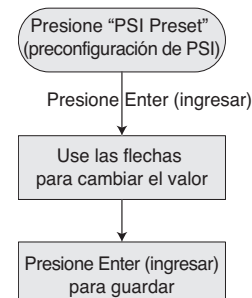

Figura 14 - Preconfiguración de PSI:
- ◆ A través de la configuración predeterminada de PSI (ver figura 14).